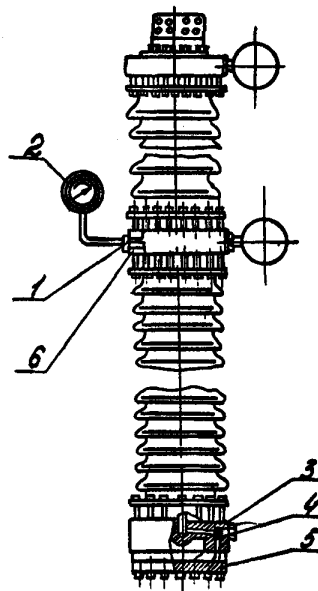

Рис.9. Схема сборки отделителя для проверки на плотность:
07.7. Вывинтить пробки 4 (рис.9).
07.9. Присоединить манометр 2 к одной из заглушек I со штуцером, ввинтить пробки 4 (см. рис.9).